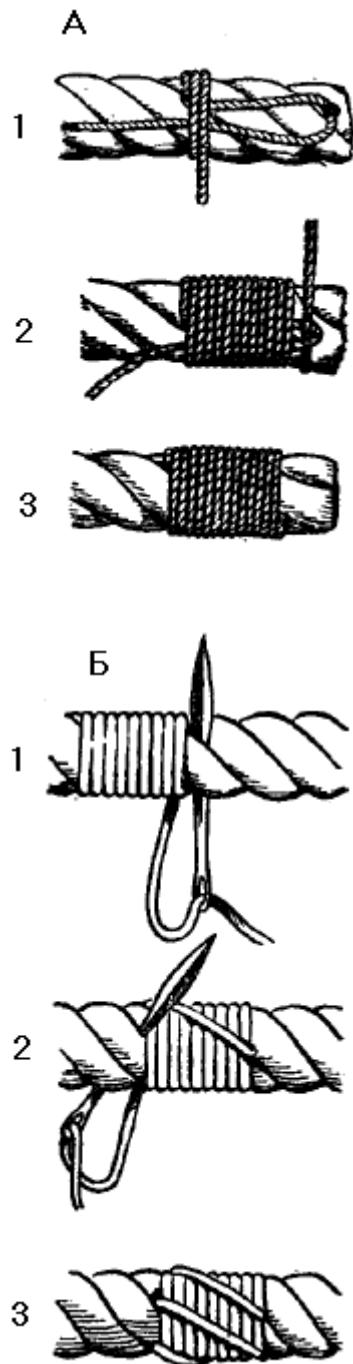

Рис. 56. Марки:
**Простая марка** (рис. 56,а) накладывается таким образом: парусную нитку кладут петлей на конец троса и более длинным, свободным концом делают 10—20 шагов в сторону петли; пропустив ходовой конец нитки в петлю, протаскивают его под шаги до середины марки, а концы обрезают.
**Прошивная марка** (рис. 56,б) делается точно так же, но более длинный из оставшихся после протаскивания конец нитки не обрезают, а, вдев его в иголку, прошивают марку, стягивая ее с двух сторон. Иголку при этом пропускают последовательно под каждую прядь. Прошивная марка не распускается и служит дольше, чем простая.